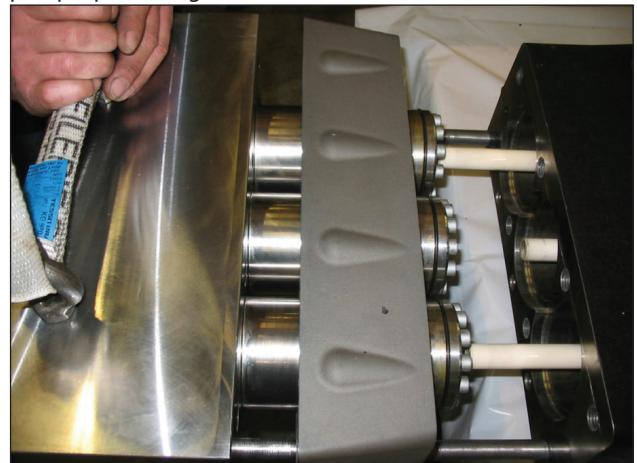

Fig. 99
Separare la testata e il distanziale per camicie dal carter pompa (pos. ①, Fig. 99).